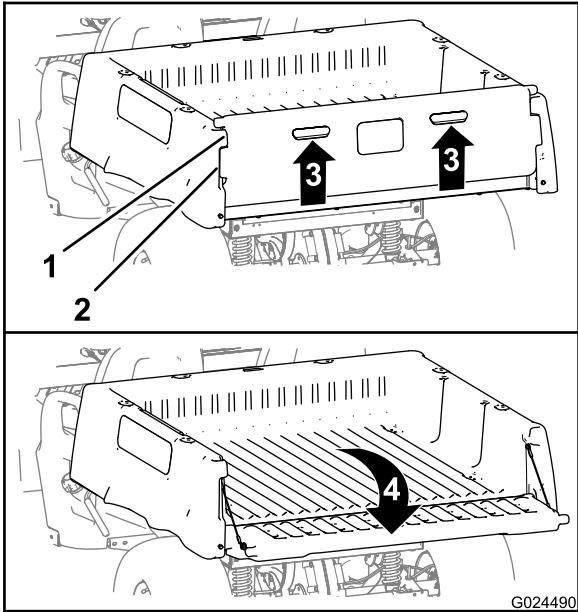

図 20
2. テールゲートのバックパネルについているフィンガープルを持ち上げる図 20。
3. テールゲートのロックフランジを、荷台のテールゲートフランジの開口に合わせる図 20。
4. テールゲートを後方に倒す図 20。
6. テールゲートを立てて閉じ、ロックフランジテールゲート側がテールゲートポケット荷台側と面一になるようにする図 20。
7. 荷台の背部まで、テールゲートを下げる図 20。